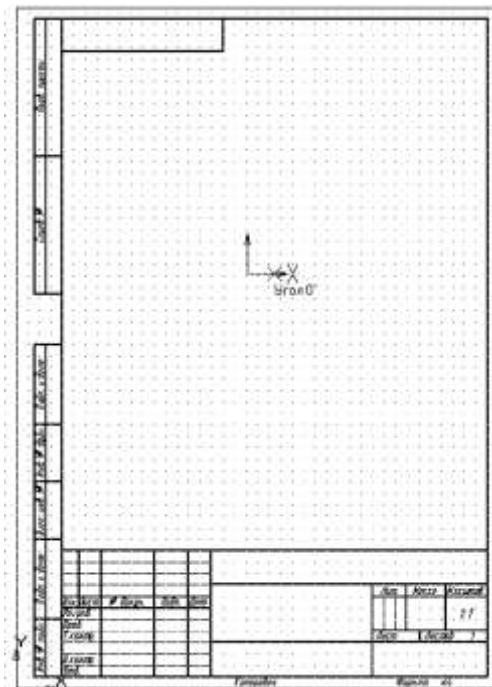

Рисунок 2.3 – Формат с установленной сеткой
3. Появившуюся систему координат поместите в середине листа. На формате установленна сетка в виде точек, находящихся на расстоянии 5мм по горизонтали и вертикали (рисунок 2.3).